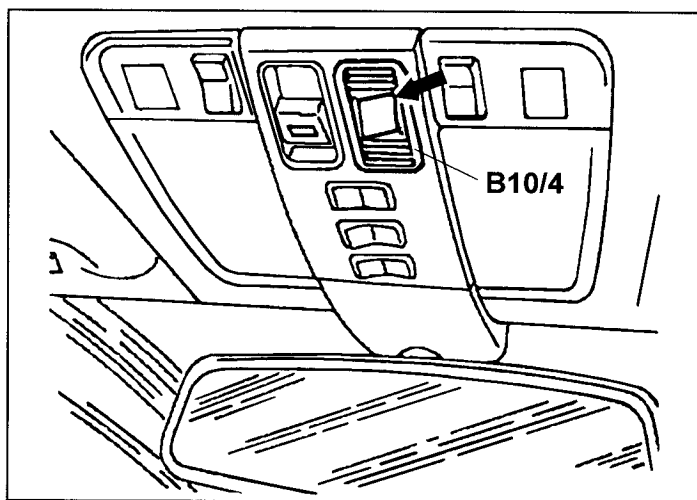

图 9-4-1 排气扇的车内温度传感器(B10/4)
2. 点火开关 ON,在图 9-4-1 中箭头所示处放一约 3.23cm^2 大小纸片以检查车内温度传感器 B10/4 排气扇工作情况。如通风良好,纸片将会被吸附在通风栅格上,否则,检查排气扇的电源及其功能。检查完毕后,让排气扇电机运行 1min。